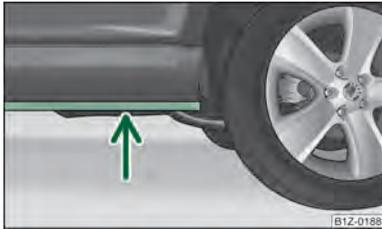

Fig. 145 Passagem por poças de água
- Antes de atravessar poças de água, verifique a sua profundidade. A água só pode chegar, no máximo, à parte inferior da embaladeira do veículo → Fig. 145.